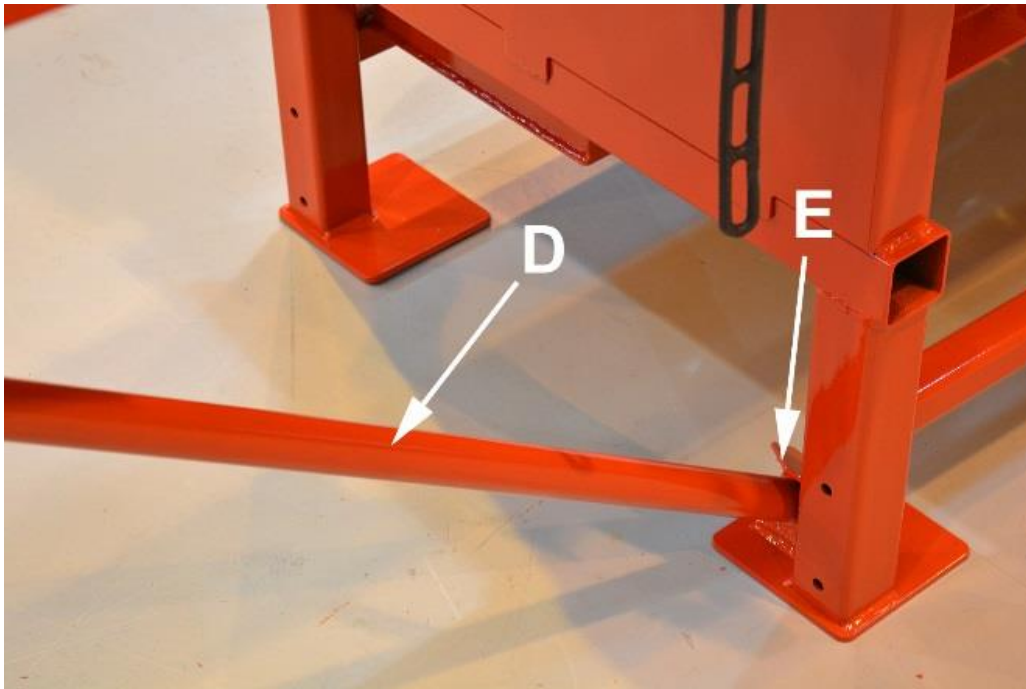

Bild 4.
4. Sänk ner inmatningstransportören med vänster hand och styr samtidigt med höger hand stödben D på bild 4 in i hål E enligt bild 4.